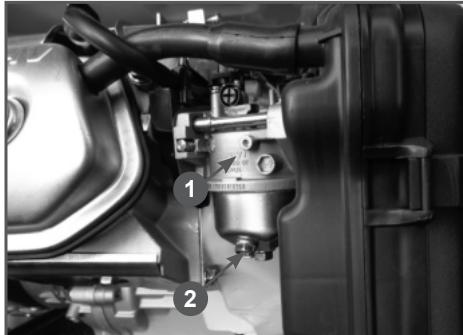

Рис. 27 Слив топлива из карбюратора
3. Открутите болт 2 на карбюраторе 1 (Рис. 27) и слейте топливо из поплавковой камеры в подготовленную для этого емкость.
- Слейте топливо из топливного бака и карбюратора (Рис. 27).